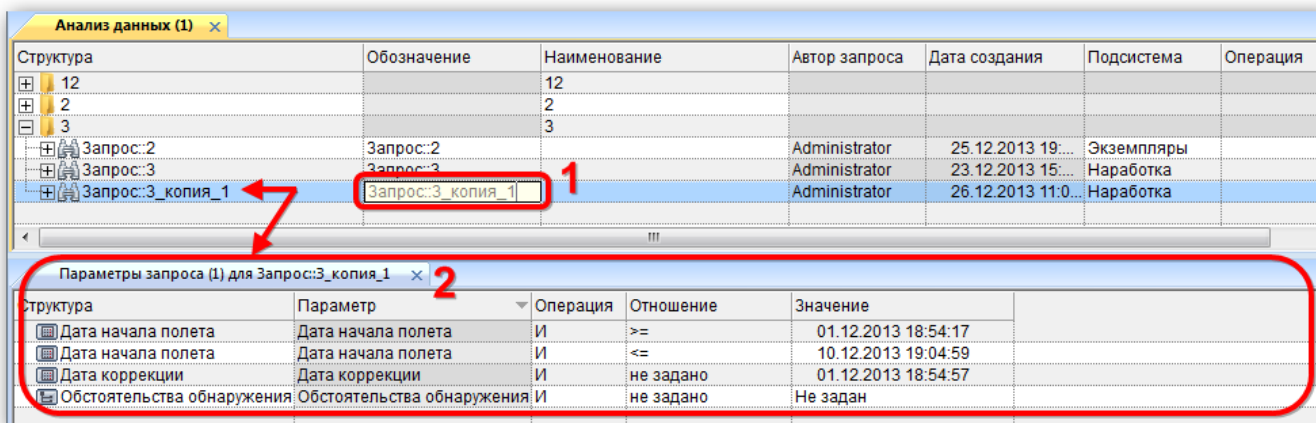

Рис. 7-15 – Создана копия запроса
3) Будет создан новый запрос. Поле «Обозначение» для него открывается на редактирование (1 на рис. 7-15). Поле «Дата создания» запроса заполняется текущей датой. Остальные поля заполняются данными исходного запроса.
4) Параметры исходного запроса копируются в новый запрос (2 на рис. 7-15).